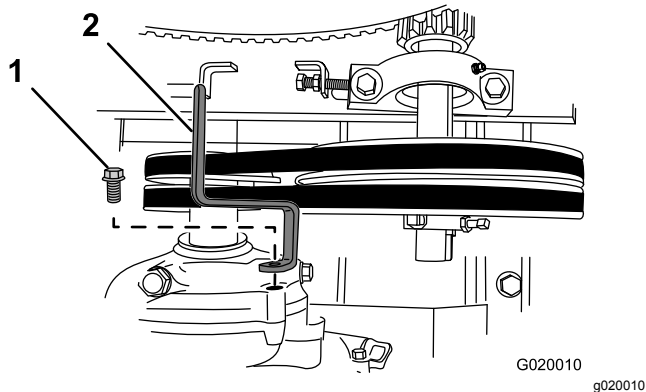

Figura 68
6. Retire el perno que sujeta la guía de las correas al motor, y retire la guía de las correas (Figura 68).
10. Sujete la guía de las correas provisionalmente al motor (Figura 68) con el perno que se retiró en el paso 6 de Retirada de las correas \(página 47\).